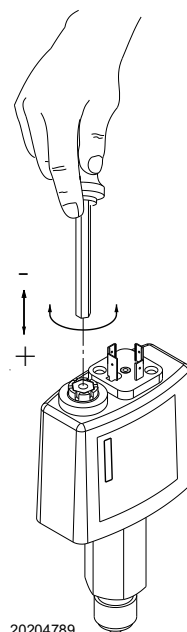

Рис. 37
5.11.4 Реле минимального давления жидкого топлива (Рис. 37)
Для регулировки реле давления поверните подходящим инструментом регулировочный винт (Рис. 37).